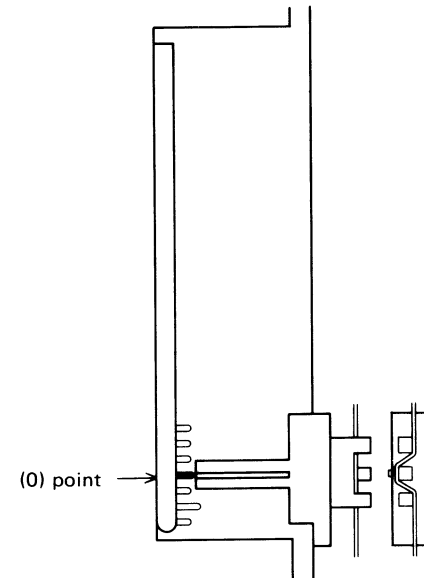

Figure 7-2
2. Tourner l'arbre de commande d'accord entièrement à gauche et le fixer en alignant l'index sur le point zéro (0) du cadre. Voir la Figure 7-2.